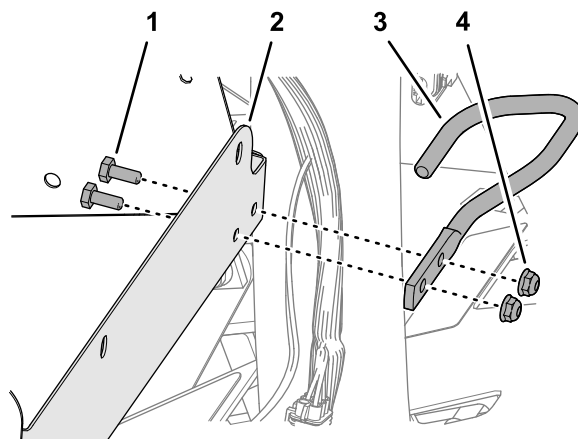

Figure 46
1. Retirez les 2 vis et les 2 contre-écrous qui fixent le guide-flexible sur la bride du bac de rangement, et déposez le guide (Figure 46).